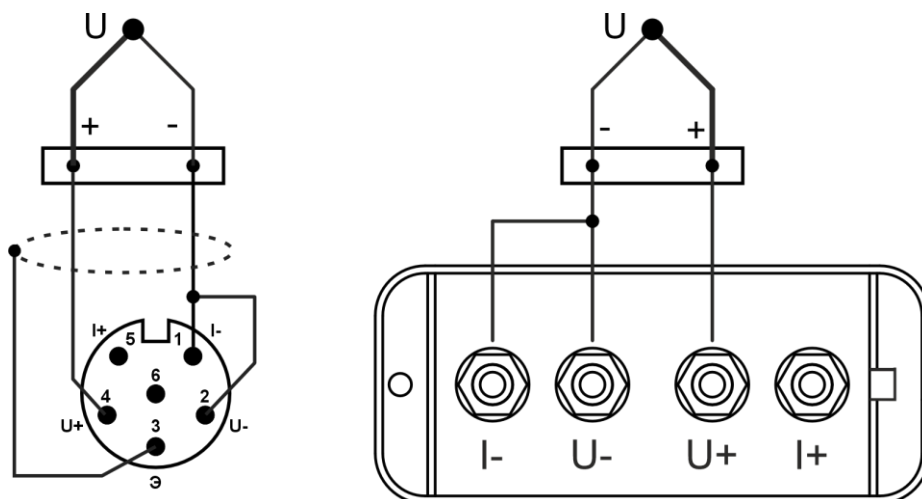

Рисунок 19 — Подключение термодатчиков
- подключить ТП к выбранному каналу (рисунок 19);